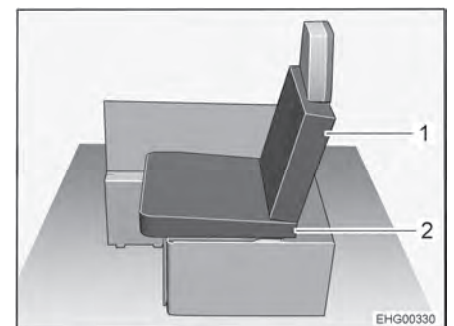

Fig. 25 Después de la transformación
- Colocar uno de los cojines de asiento del banco longitudinal izquierdo sobre el baúl-banco como cojín del asiento (Fig. 25,2). En esto, observar la forma de cuña del cojín del asiento: el cojín del asiento debe estar ligeramente inclinado hacia el respaldo (véase Fig. 25).
- Colocar uno de los cojines adicionales incluidos como cojín del respaldo (Fig. 25,1) en el respaldo del asiento de enchufe.